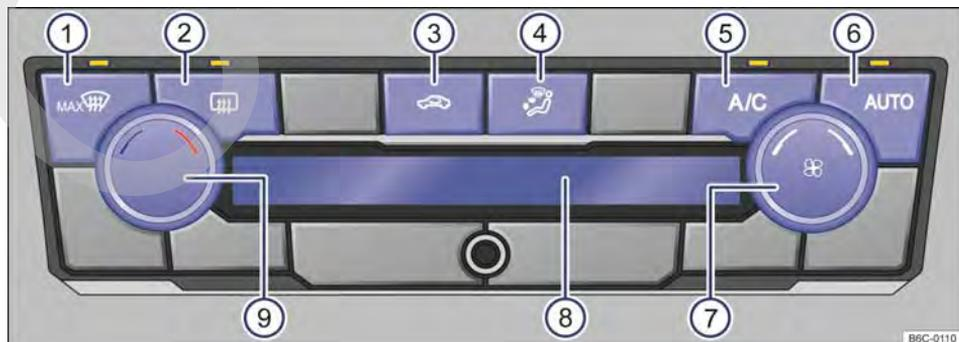

Fig. 84 Comandos del Climatronic.
- *Climatronic*: girar el regulador del ventilador a la izquierda hasta el tope → fig. 84 ⑦
Con la tecla **AUTO** → fig. 84 ⑥ se puede encender el modo automático del Climatronic.
El modo automático garantiza temperaturas constantes dentro del vehículo. La temperatura del aire, el volumen de aire y la distribución de aire se regulan automáticamente. El funcionamiento automático se apaga cuando la ventilación se cambia manualmente o con el cambio de la distribución de aire mediante la tecla → fig. 84 ④ presionar.
- *Climatronic*: girar el regulador giratorio izquierdo → fig. 84 ⑨.
En el display del Climatronic → fig. 84 ⑧ se indica la temperatura ajustada.
- *Climatronic*: girar el regulador del ventilador → fig. 84 ⑦.
- *Climatronic*: presionar la tecla → fig. 84 ④ a la posición deseada, la distribución seleccionada se indicará en el display ⑧.
- *Climatronic*: presionar la tecla **MAX** → fig. 84 ①.